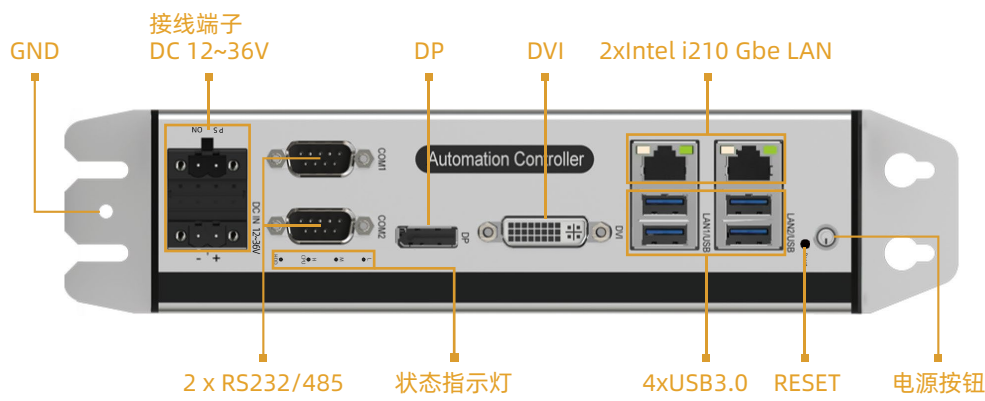

图2-6-1
① PC6970 壁挂式边缘控制器（标准款）接口定义如图2-6-1所示：